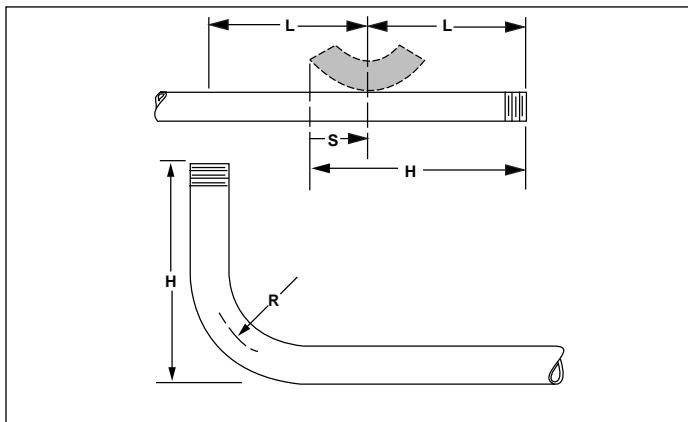

Figura 5
- Marque la dimensión deseada de giro (**H**) en la longitud recta del tubo (vea la FIGURA 5).